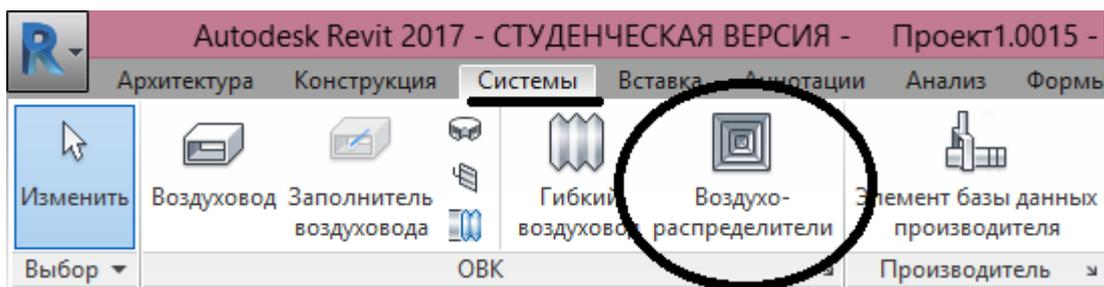

Рисунок 5.7 Установка воздухораспределителей
5.1. Во вкладке Системы нажать «Воздухораспределители» (рисунок 5.7).